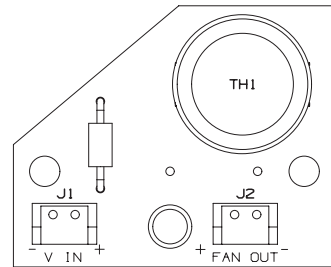

Fig. 12
- Der zweipolige Kabelstecker des Lüfters wird mit der zugehörigen Klemme FAN OUT (J2) des Lüfterschaltkreises verbunden (Fig. 12).
5. Der zweipolige Kabelstecker des Lüfters wird mit der zugehörigen Klemme FAN OUT (J2) des Lüfterschaltkreises verbunden (Fig. 12).